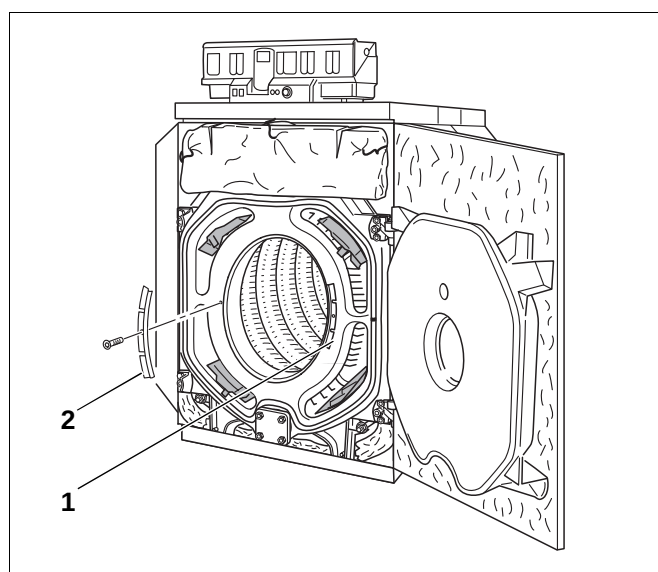
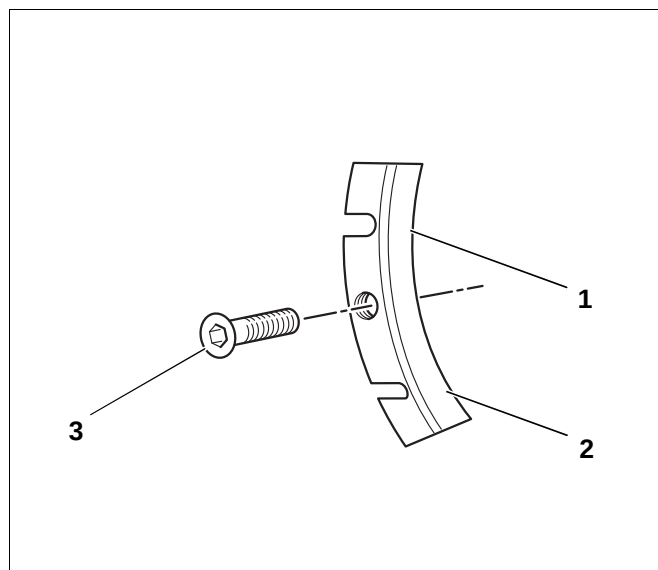

Fig. 71 Røykgass-sperreplatenes posisjon
Fig. 72 Røykgass-sperreplate
- Løsne den innvendige sekskantskruen i hver røykgass-sperreplate og fjern røykgass-sperreplatene på høyre og venstre side (fig. 71, pos. 1 og 2).
- Løsne den innvendige sekskantskruen (fig. 72, pos. 3) i hver røykgass-sperreplate og ta ut røykgass-sperreplatene på høyre og venstre side (fig. 71, pos. 1 og 2).
- Legg røykgass-styreplatene på et underlag, slik at innsnittene (fig. 72, pos. 1 og 2) er hule. Slå av et segment på den venstre og høyre røykgass-styreplaten ved hjelp av en hammer.